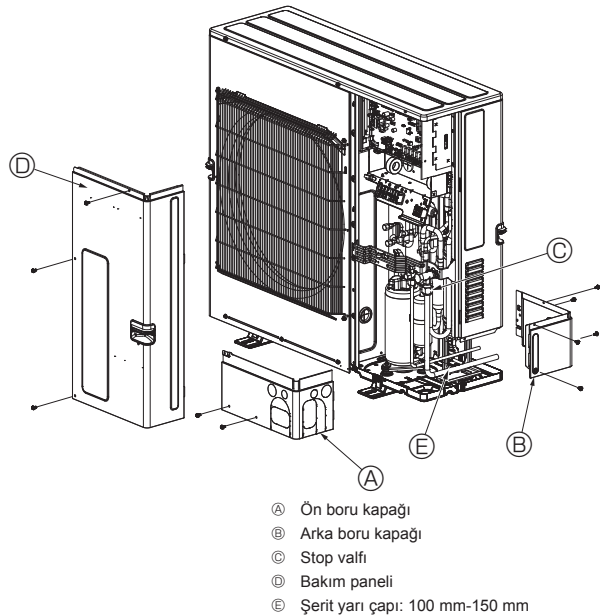

Fig. 4-3
4.3. Soğutucu boruları (Fig. 4-3)